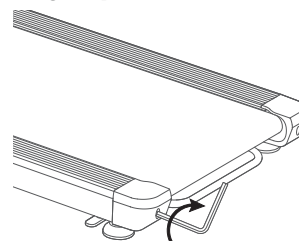

Figure 1
- Si la courroie mobile est décalée vers la gauche : tournez la vis du rouleau tendeur gauche d'un **quart** de tour dans le sens des aiguilles d'une montre à l'aide de la **clé hexagonale** (voir figure 1).